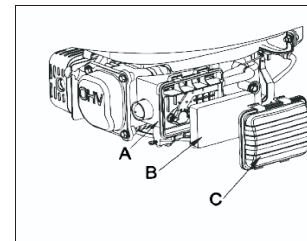

Fig. 10
9.7.1 INSPECCIÓN (consulte la Fig. 10)